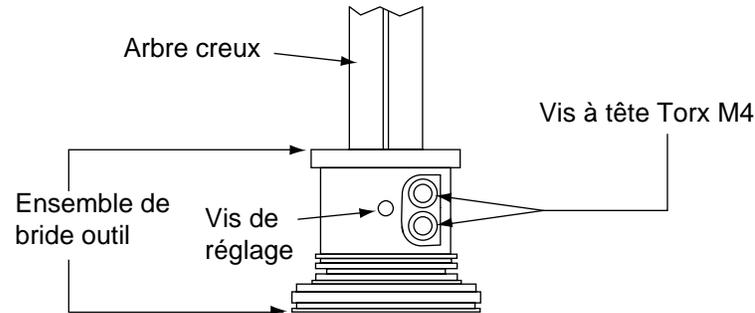

Figure 2-22. Détails de l'enlèvement de la bride outil
3. Utiliser une clé hexagonale de 2,5 mm pour desserrer la vis de réglage (voir Figure 2-22). Noter quelle cannelure verticale se trouve alignée avec la vis de réglage. Il faudra remettre la bride dans la même position.